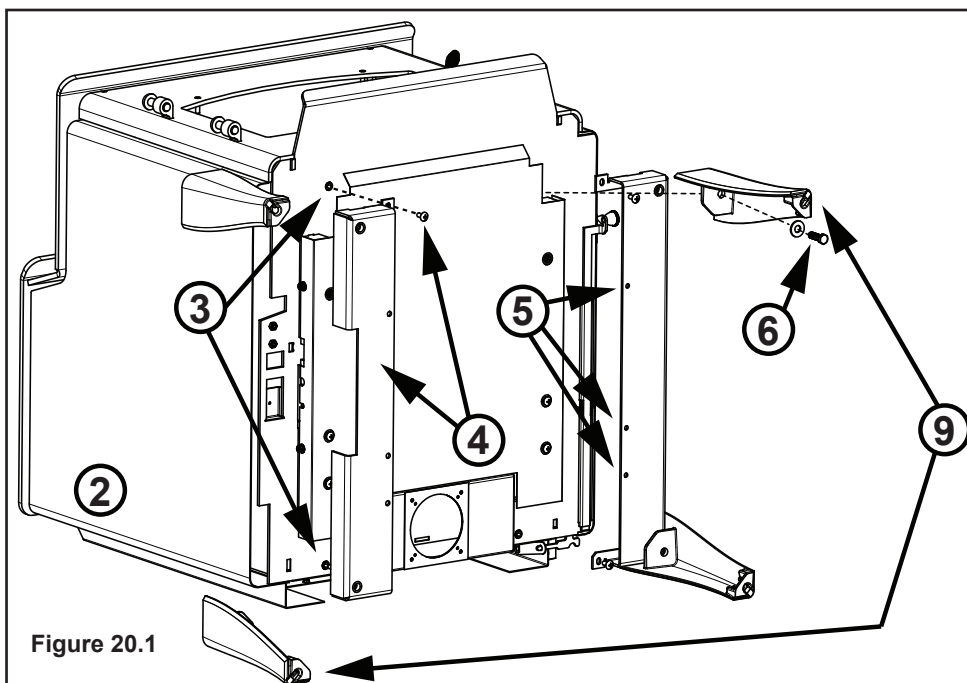

Figure 20.1
3. Retirez les quatre vis de l'appareil (**Figure 20.1**).
REMARQUE : Il y a un sens droit et gauche d'installation des pieds (**Figure 20.1**).
5. Installez six vis au bas des supports de pieds (**Figure 20.1**).
Remarque : Les pieds comportant un boulons de mise à niveau doivent être aux coins opposés de l'appareil - un à l'avant et un à l'arrière (**Figure 20.1**).